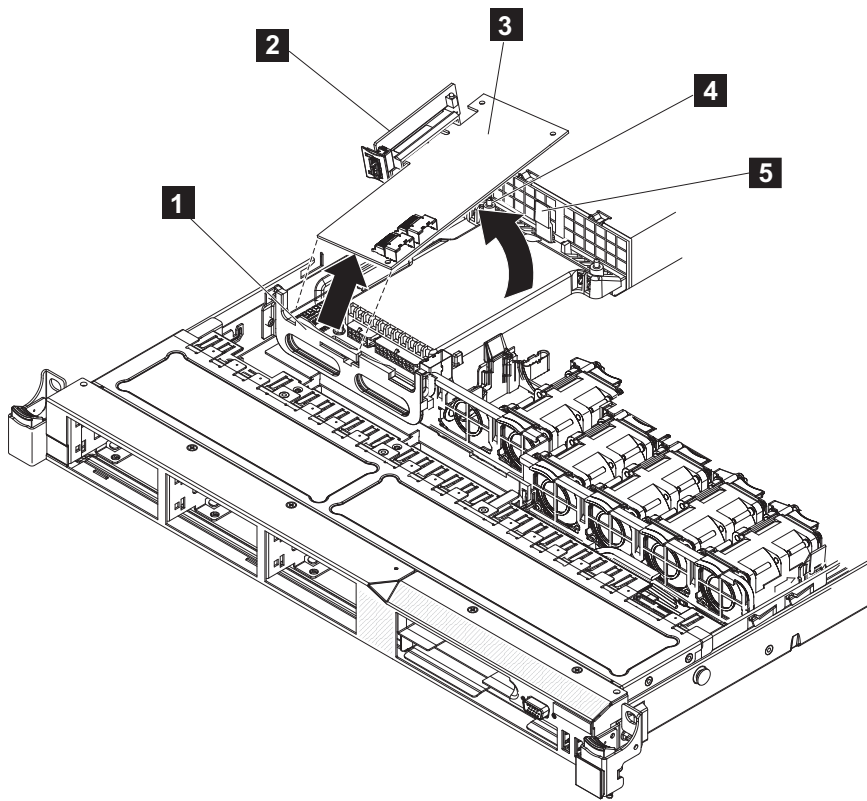

図 232. ディスク・コントローラーの前部保持ブラケットを外して、ライザー・アセンブリーとディスク・コントローラーの取り外し
11. ディスク・コントローラーと USB ライザー・カード・アセンブリー (**2**) がシステム・ボード上のコネクタから外れるまで、ディスク・コントローラー (図 232 の **3**) を引き上げます。